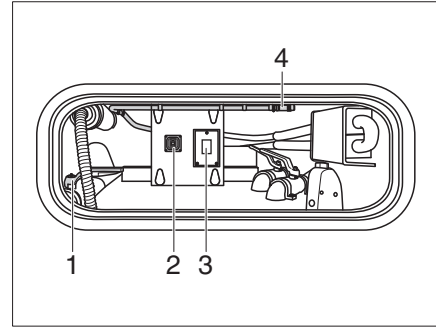

Fig. 354 Lavar el cassette del aseo con vibrador (vista del interior del compartimento de almacenamiento)
- Abrir la llave de vaciado (Fig. 354,1).
- Pulsar el interruptor (Fig. 354,3).
- Accionar el interruptor (Fig. 354,2) para la bomba de vaciado.
- Desenganchar el tubo flexible para la limpieza del depósito (Fig. 354,4) del compartimento de almacenamiento y conectarlo a una conexión de agua.
- Después del lavado, retirar la conexión de agua y guardar el tubo flexible para la limpieza del depósito (Fig. 354,4).
- Cerrar la llave de vaciado (Fig. 354,1).